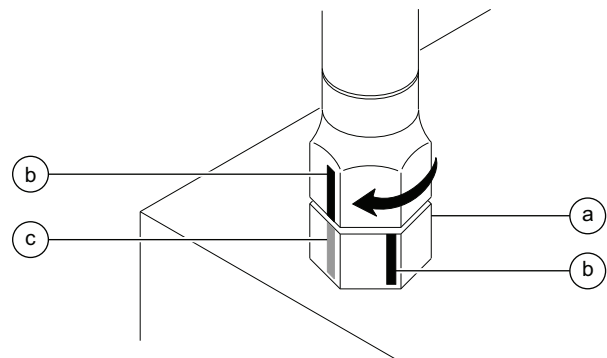

Figura 2
- 3 Trabalhando no sentido horário na conexão sextavada, faça uma segunda marca indicando a posição correta de aperto. Consulte a Figura 2.